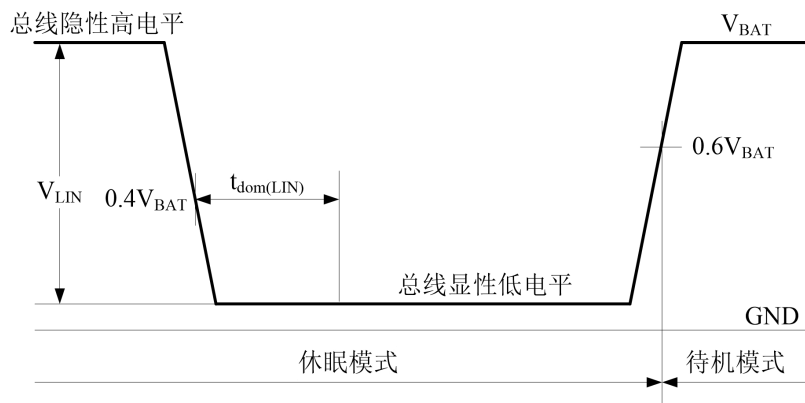

图 5 远程唤醒时序图
**LIN 引脚上的远程唤醒:** 当 LIN 引脚通过一个下降沿拉低至低电平后, 下一时刻出现一个上升沿, 且该上升沿与前一时刻下降沿之间的低电平维持时间大于  $t_{\text{wake}(\text{dom})\text{LIN}}$ , 则该过程被视为一个有效的远程唤醒 (如图 5 所示)。